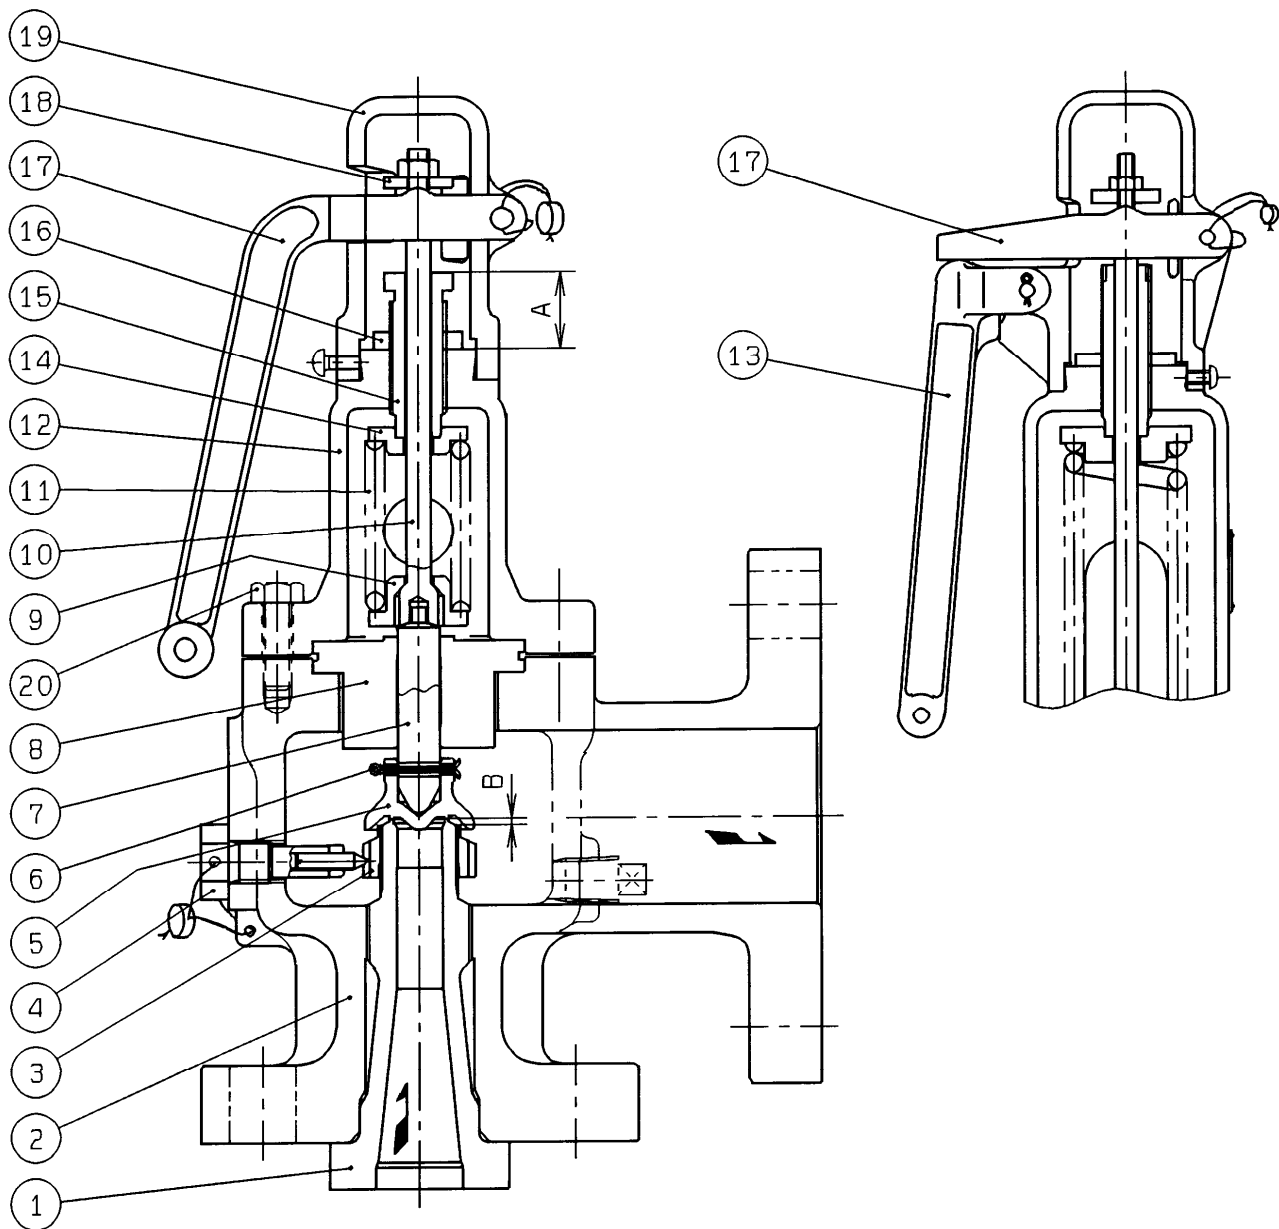

図2 構造図
- 調整後は、いずれの場合も調節ねじ用ナット(16)を忘れずに締め付けてください。(図2参照)
3. 分解 (図2参照)